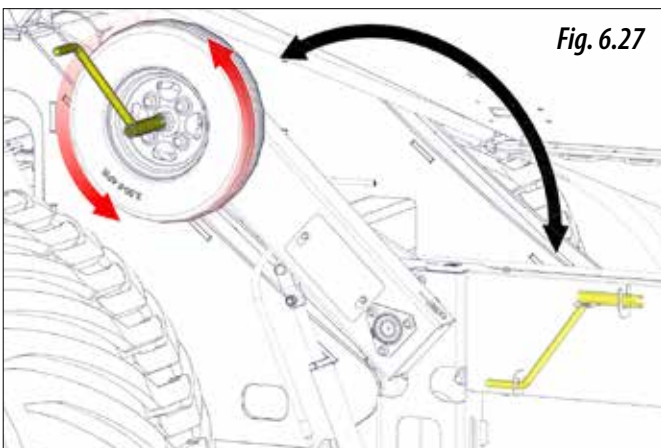

Fig. 6.27
- 4- Învârtiți roata de câteva ori pentru a goli produsul din unitatea de dozare (Fig. 6.27).